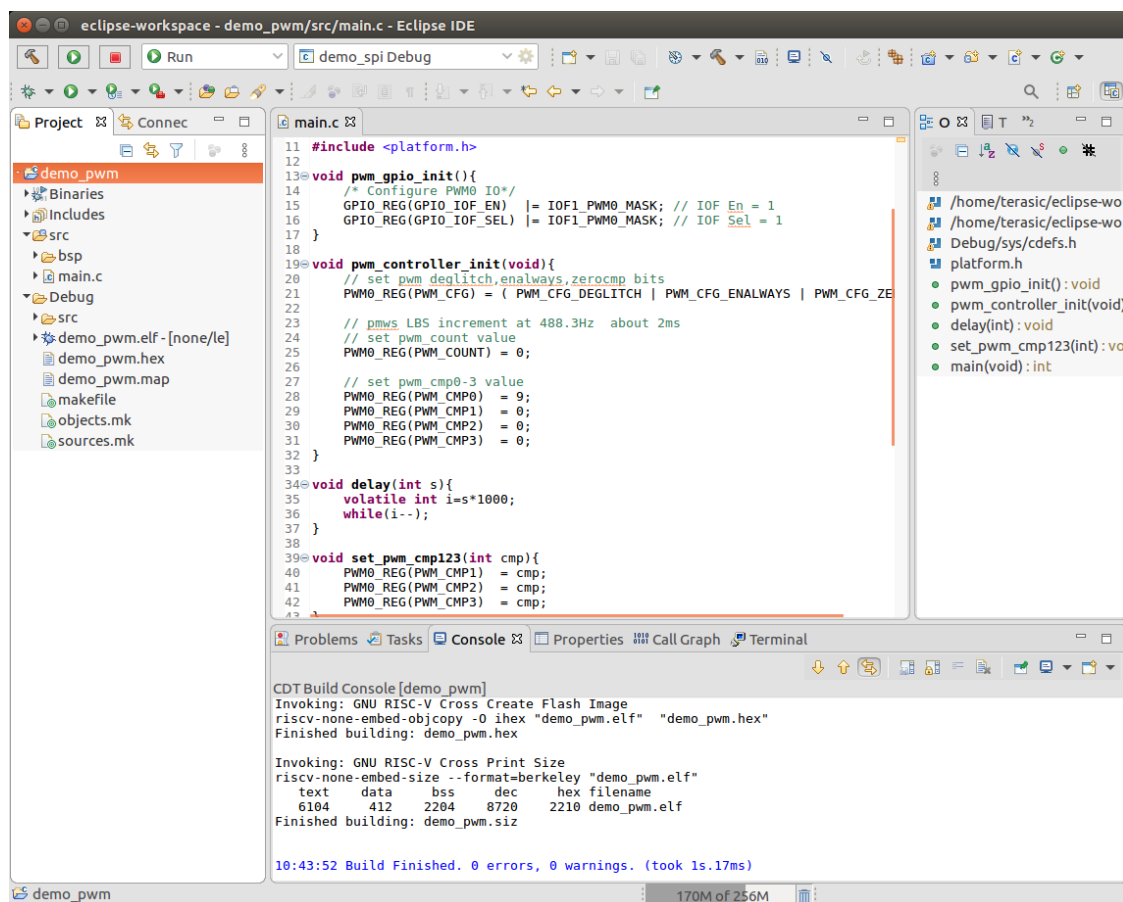

图4.2.14 删除 blinking\_LED.map 文件
3. 右键 Debug 下拉选项中的 "blinking\_LED.map", 点击 Delete, 删除完成后如图 4.2.14 所示。